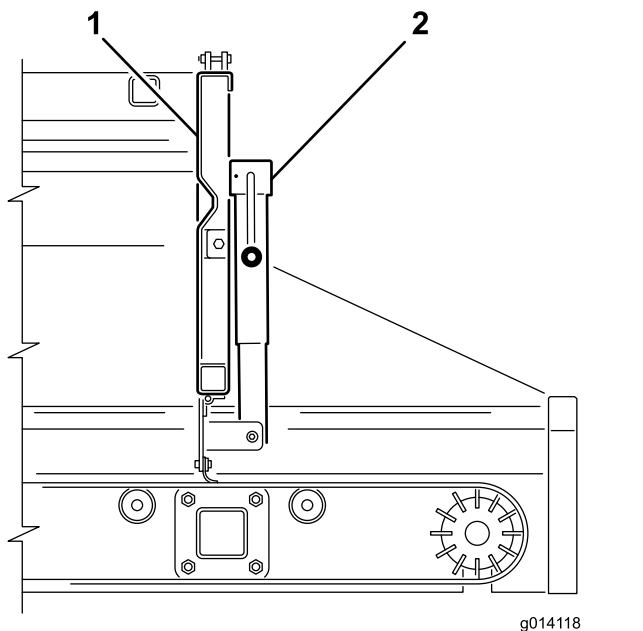
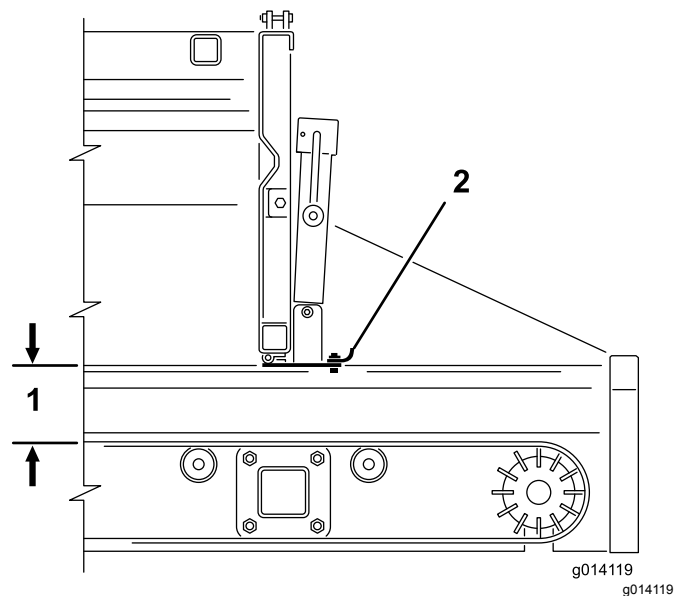

図 38
図 39
- ジャッキハンドルを使って、後ゲートを適当な状態まで開く 図 38 と 図 39。これにより、オプション機器を使う場合にはオプションへの供給量が制限される。